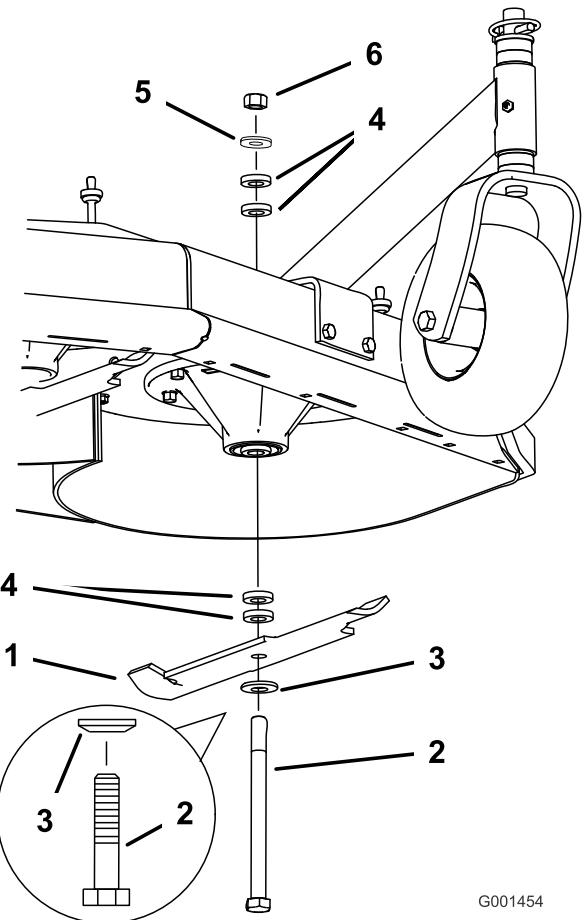

Figura 51
2. Retire la tuerca, el perno de la cuchilla, la arandela curva, la cuchilla, los espaciadores, y la arandela fina del eje (Figura 51).
1. Instale la arandela curva y luego la cuchilla en el perno. Seleccione el número correcto de espaciadores para la altura de corte deseada, y deslice el perno dentro del eje (Figura 51).
2. Instale los espaciadores restantes, en su caso, y sujetelos con una arandela fina y una tuerca (Figura 51).